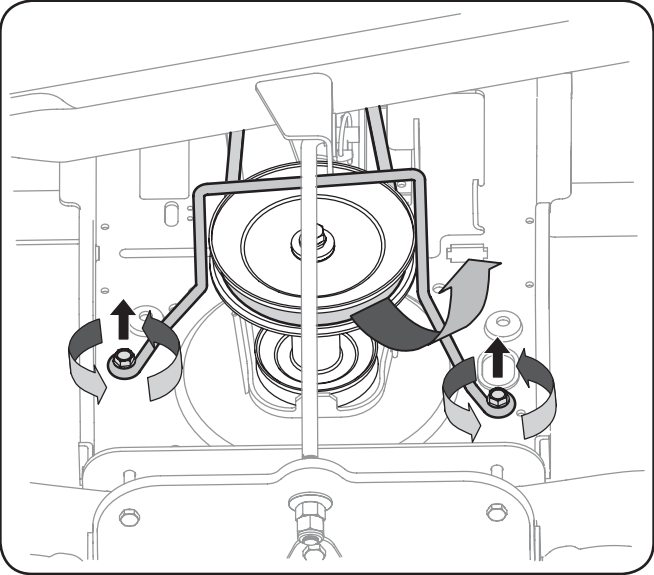

Figure 7-1
1. Remettez le dispositif de protection de la courroie en place. Voir la Figure 7-1.
- 3. Localisez la poulie motrice (ou de l'embrayage de la prise de force électrique, le cas échéant) sous l'avant du tracteur. Voir la Fig. 7-1.
- 4. Démontez le dispositif de protection de la courroie et la courroie comme suit. Voir la Fig. 7-1.